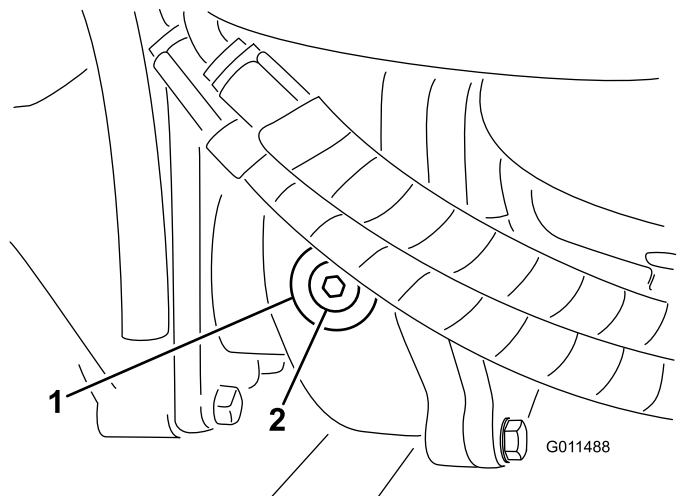

Figure 113
2. Enlevez le bouchon de contrôle/remplissage du côté gauche du boîtier d'engrenages et vérifiez que le lubrifiant atteint la base de l'orifice (Figure 113).